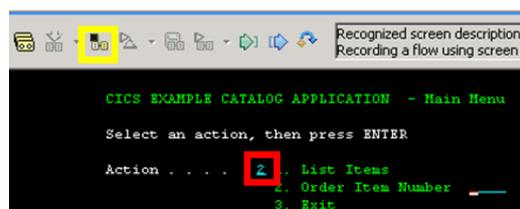

Abbildung 34
2. Das die Aufzeichnung gestartet wurde, sieht man an dem verschwundenem Start Recording Flow Icon und dem dafür erschienenem Stop Recording Flow Icons (in Abbildung 34 gelb markiert). Für unseren Flow geben wir zur Bestellung eines Artikels als Aktion **2** ein (Abbildung 34).
3. Damit nun die Artikelnummer des zu bestellenden Artikels als Variable erkannt wird, muss auf das **Insert Data into Screen** Icon geklickt werden (Abbildung 34). Diese und die weiteren Variablendefinitionen werden dem Message file `i_OrderItem.mxsd`